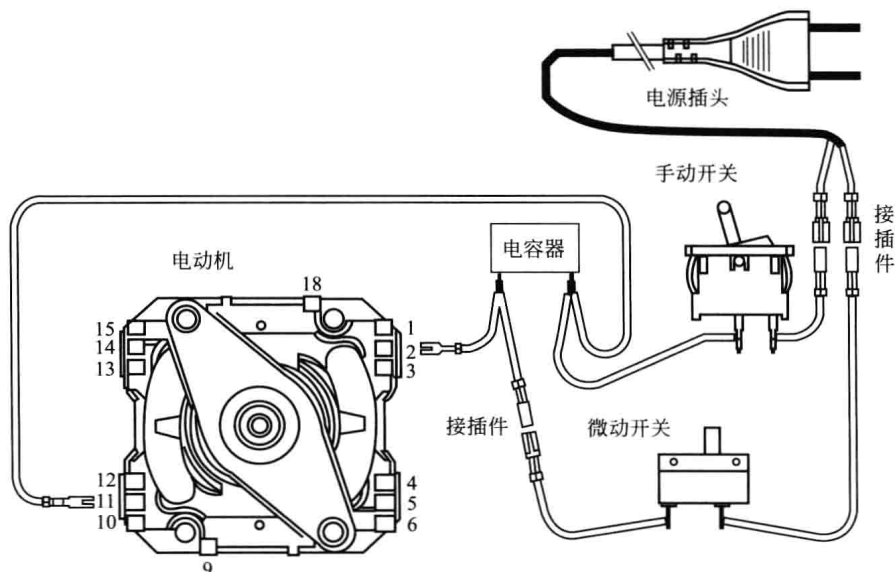

图 1-7 工艺接线图
(5) 工艺接线图 工艺接线图也称布线图,用来表示各零部件之间相互的连接情况,是整机装配时的主要依据,如图 1-7 所示。常用的布线图有直连型、简化型等。